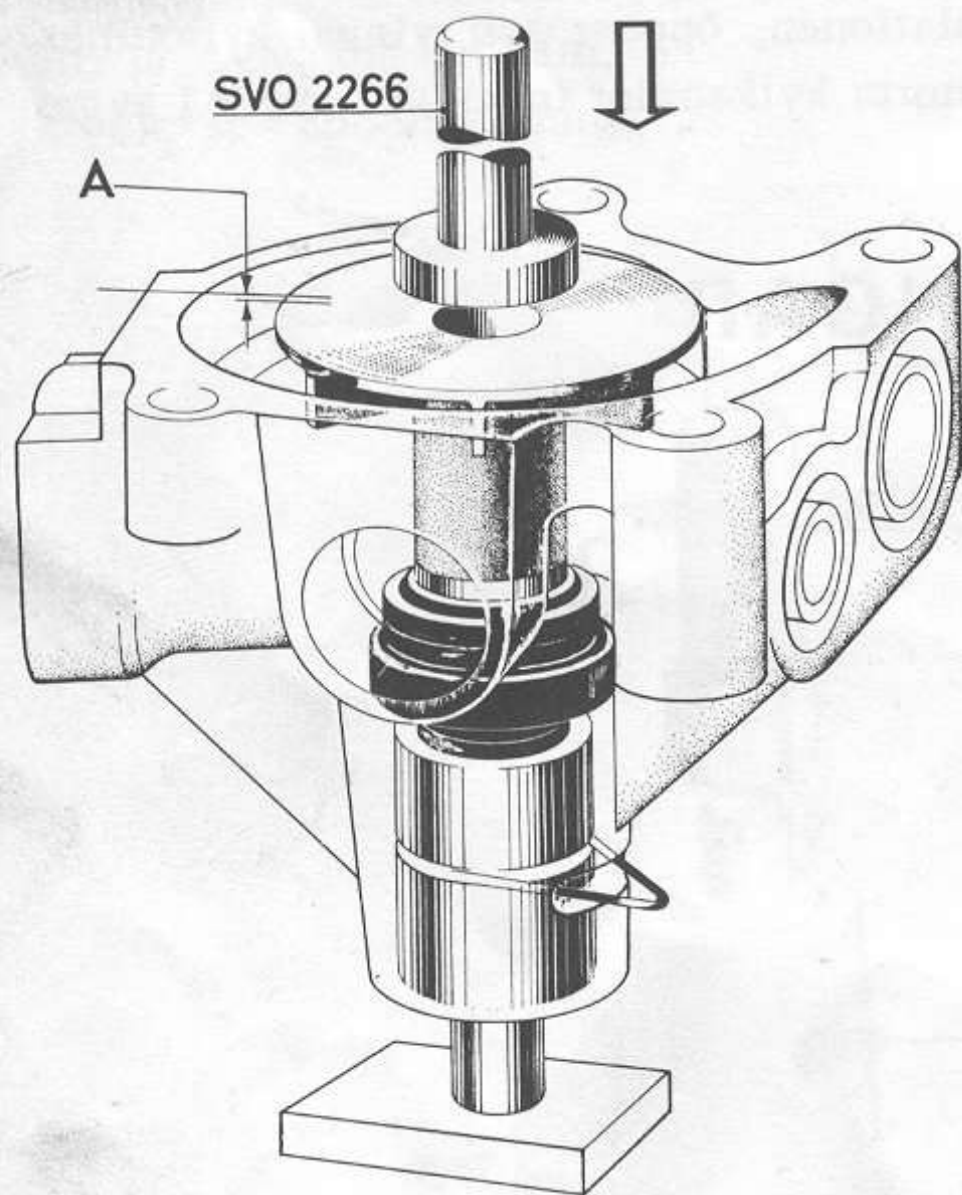

Bild G4 Montering av skovelhjul
3. Observera att slitringen för skovelhjulet sitter rätt i sitt läge samt pressa på skovelhjulet med dorn SVO 2266 så långt att hjulet ligger jämnt med eller ned till 0,4 mm under pumphusets plan. Nederändan av axeln skall vila mot ett mothåll. Se bild G4.